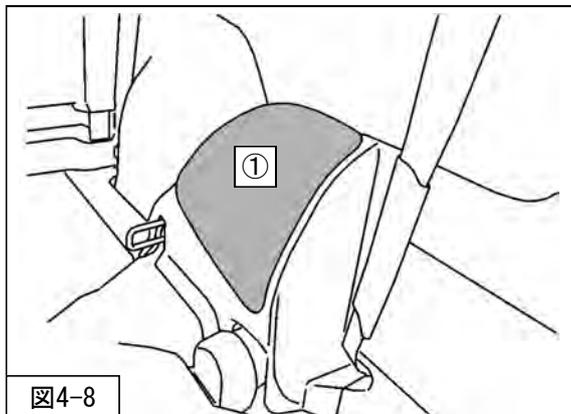

図4-8
8. ①メンテナンスリッドを車両に取付けてください。(図4-8)
本製品は、フロントサスペンションASSYがストラットタイプ、リアショックアブソーバASSYが標準タイプとなっています。リアの減衰力調整は、メンテナンスリッドを取外し（図4-8）、減衰力調整ダイヤル（同梱品）で行ってください。